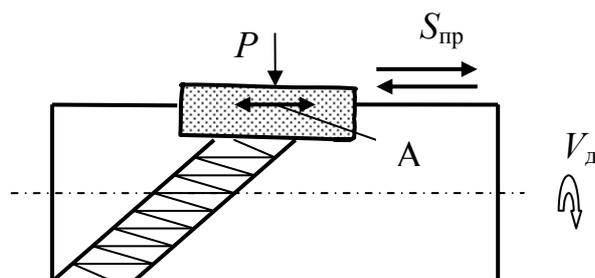

Рис. 84. Схема суперфиниширования цилиндрической поверхности
*Суперфиниширование* осуществляется абразивными брусками, которые изготавливают из электрокорунда, эльбора, алмаза. Суперфиниширование не исправляет погрешности формы, а только сглаживает неровности и позволяет получать шероховатость в пределах  $Ra=0,02...0,08$  мкм. При суперфинишировании бруски, закреплённые в специальную оправку, совершают сложное движение: они колеблются с частотой до 50 Гц и амплитудой  $A=2...5$  мм и, кроме того, совершают возвратно-поступательное движение вдоль образующей заготовки ( $S_{пр}$ ) (рис. 84). При этом заготовка, имеющая ось вращения, совершает вращательное движение  $V_d$ . Бруски прижимаются под давлением  $P = 50...300$  МПа.